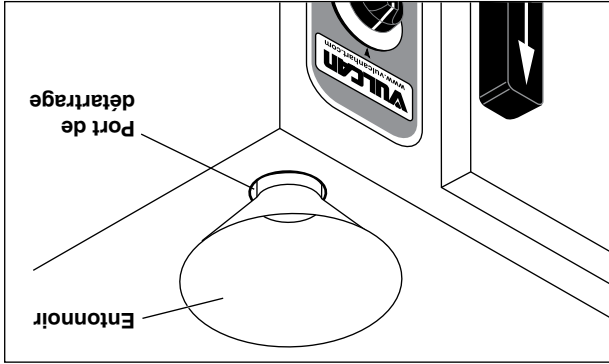

Figure 4
4. Retirez le capuchon de l'orifice de détarrage au-dessus de l'appareil et insérez-y l'entonnoir (Figure 4)..